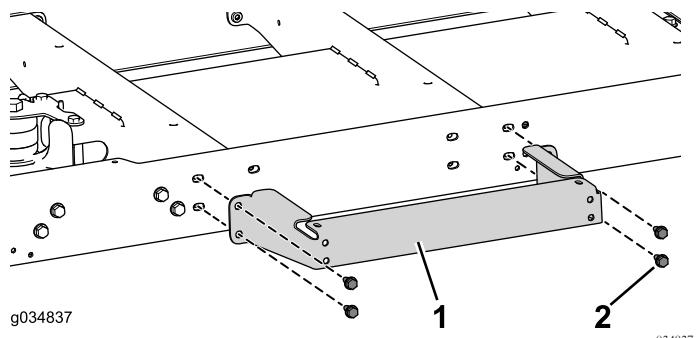

图78
- 使用 4 个螺栓  $5/16 \times 3/4$  英寸将平台支架松松地安装到中央通道上 图78。